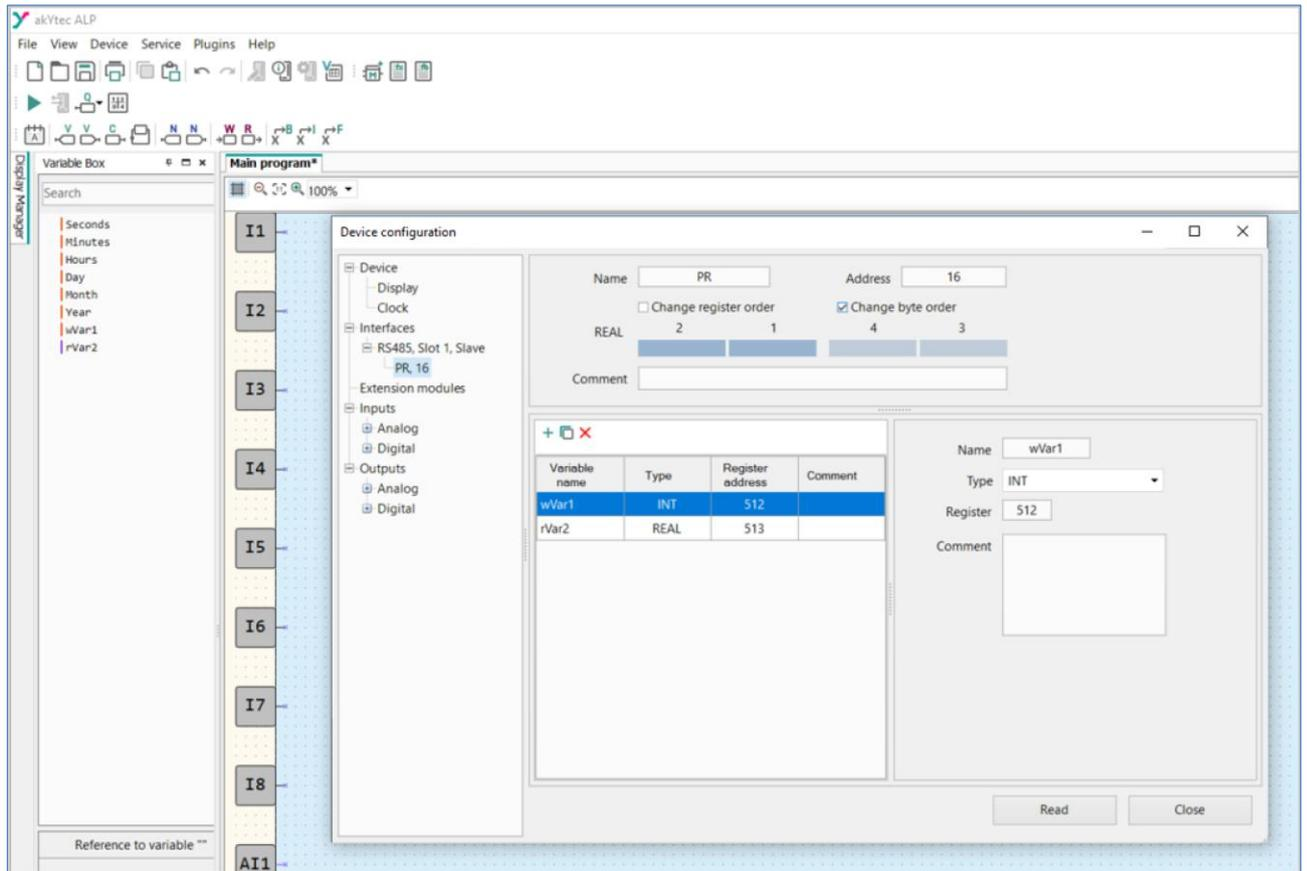

Abb. 16.2
1.2. Fügen Sie die folgenden Netzwerkvariablen in die Variablen-tabelle hinzu (Abb. 16.2):